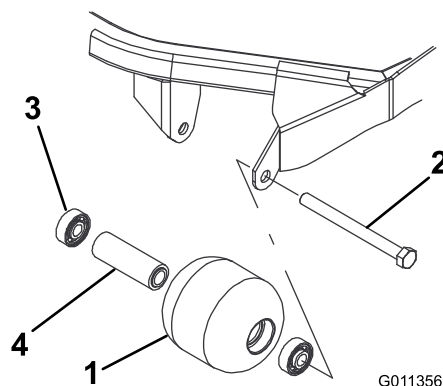

Figura 120
1. Retire o parafuso de montagem do rolo (Figura 120).
4. Verifique se a estrutura dos rolamentos, os rolamentos e o espaçador de rolamentos estão danificados (Figura 120). Substitua os componentes danificados e volte a montá-los.
1. Introduza o primeiro rolamento na estrutura do rolo (Figura 120). Empurre só a calha externa ou, então, exerça o mesmo tipo de pressão nas calhas interna e externa.
2. Coloque o espaçador (Figura 120)
3. Introduza o segundo rolamento na estrutura do rolo (Figura 120). Exerça o mesmo tipo de pressão nas calhas interna e externa até a calha interna entrar em contacto com o espaçador.